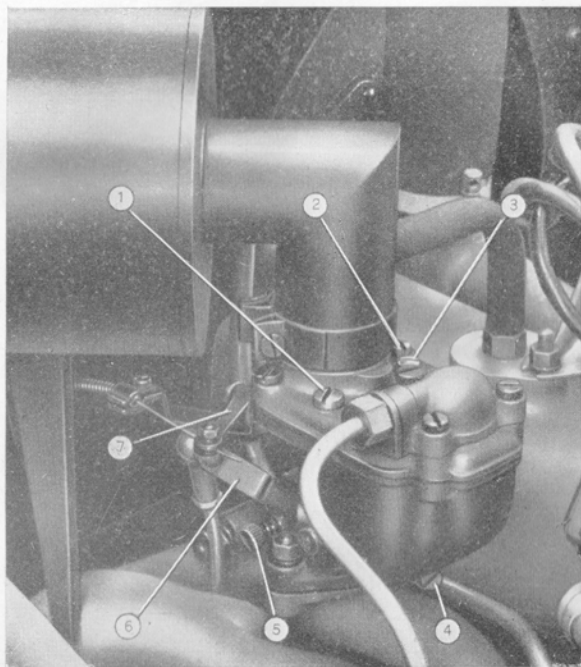

Fig. 31. - Regolazione del carburatore.
**Ogni 10000 km:** Pulire l'interno della vaschetta con pelle di camoscio e procedere all'eventuale regolazione della marcia lenta. In questo carburatore i tre ugelli risultano facilmente smontabili dall'esterno e sfilabili dall'alto per la pulizia. Si fa variare la velocità del motore a marcia lenta per mezzo di una vite 5 (fig. 31) che limita la chiusura della farfalla del carburatore. Una seconda vite 4 chiamata « vite di dosatura del minimo » serve a variare la ricchezza della miscela, quindi la marcia lenta risulterà regolare per una sola determinata posizione di questa vite. Per effettuare la regolazione della marcia lenta occorre dapprima fissare la velocità minima agendo sulla vite 5, lasciando la vite 4 svitata per circa 3 giri. Dopo avvitarla gradatamente la vite 4 fino a tanto che il motore giri ben regolare. Se nell'uso normale della vettura il motore avesse tendenza a fermarsi quando si abbandona l'acceleratore, conviene avvitarla la vite 5 in modo da aumentare alquanto la velocità minima, regolando in conseguenza anche la dosatura per mezzo della vite 4. Sconsigliamo l'utente di procedere a smontaggio delle parti interne, per evitare il pericolo di eventuali deterioramenti od anche di rimontare inesattamente le parti stesse.